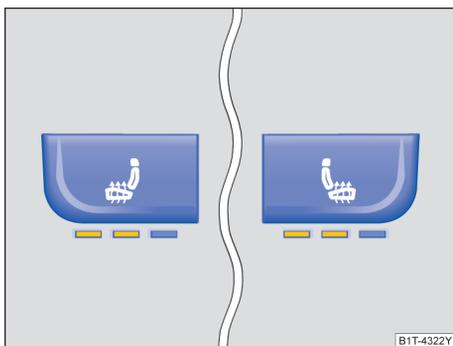

图 125 座椅加热按钮
- 关闭：反复按压按钮 ，直至按钮中不再有指示灯亮起 → 图 125。